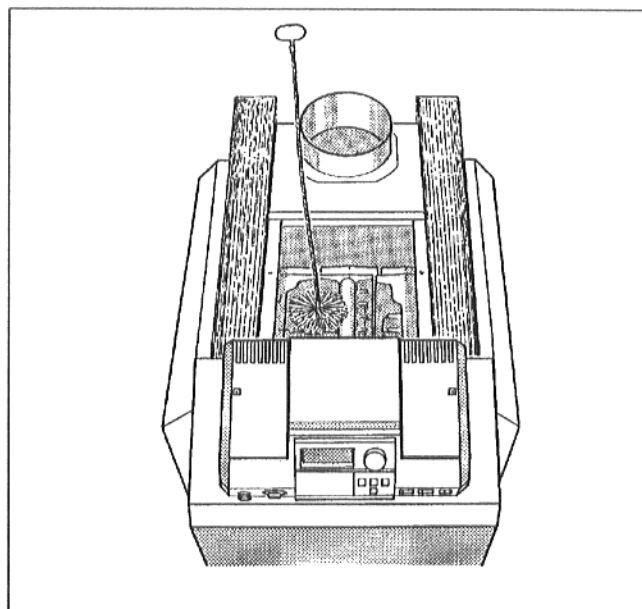

Fig. 44: Curățirea cu peria
- Se perie canalele gazelor de ardere (Fig. 44).
- Când există multă piatră de cazan se perie canalele gazelor de ardere (Fig. 44)